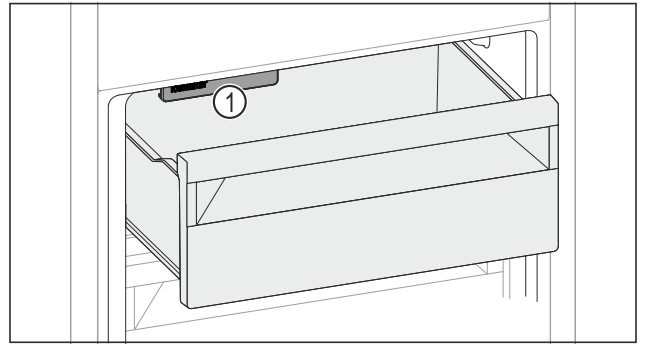

Fig. 133
- ▶ Слідкувати за функцією IceMaker Fig. 133 (1).